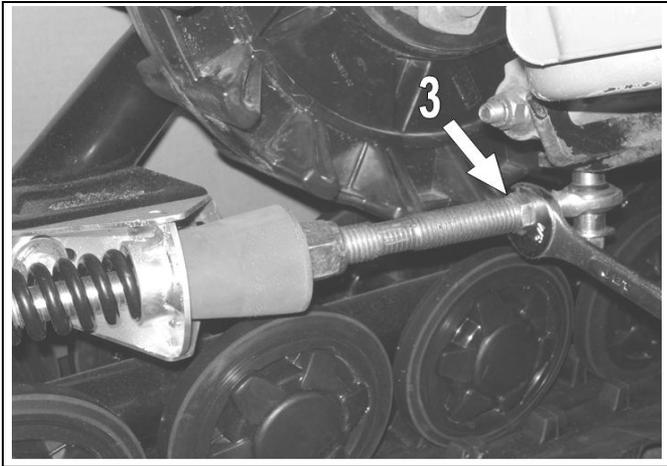

Figure 9
NOTA: Dans certains cas rares où l'ajustement de l'écrou (1) comprimant le ressort se situe près de l'extrémité arrière de la tige filetée, étirer la tige en desserrant l'écrou de blocage (article 3 à la Figure 9) et dévisser la tige afin que les filets soient visibles sur au plus 19 mm (3/4 po). Resserrer l'écrou de blocage.